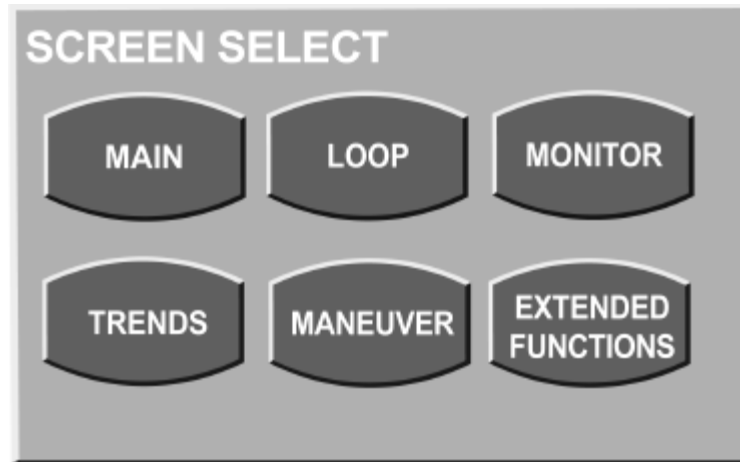

Figura 4.6 Cuadro de Selección de Pantallas
2. Aparecerá el cuadro de Selección de Pantalla (véase la figura 4.6).